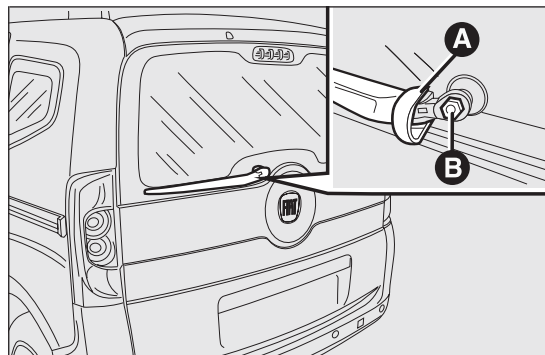

fig. 189
- ☐ sollevare la copertura A fig. 189 e smontare il braccio dal veicolo, svitando il dado B che lo fissa al perno di rotazione;